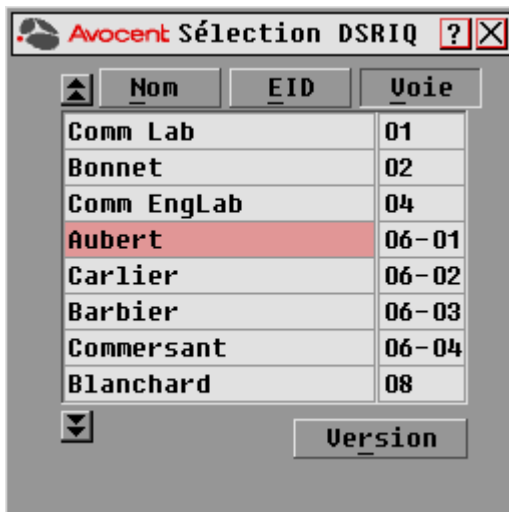

Figure 3.20 : Boîte de dialogue Sélection DSRIQ
3. Pour afficher les informations de version relatives aux différents modules DSRIQ, cliquez sur *DSRIQ* pour ouvrir la boîte de dialogue Sélection DSRIQ, comme indiqué à la Figure 3.20.